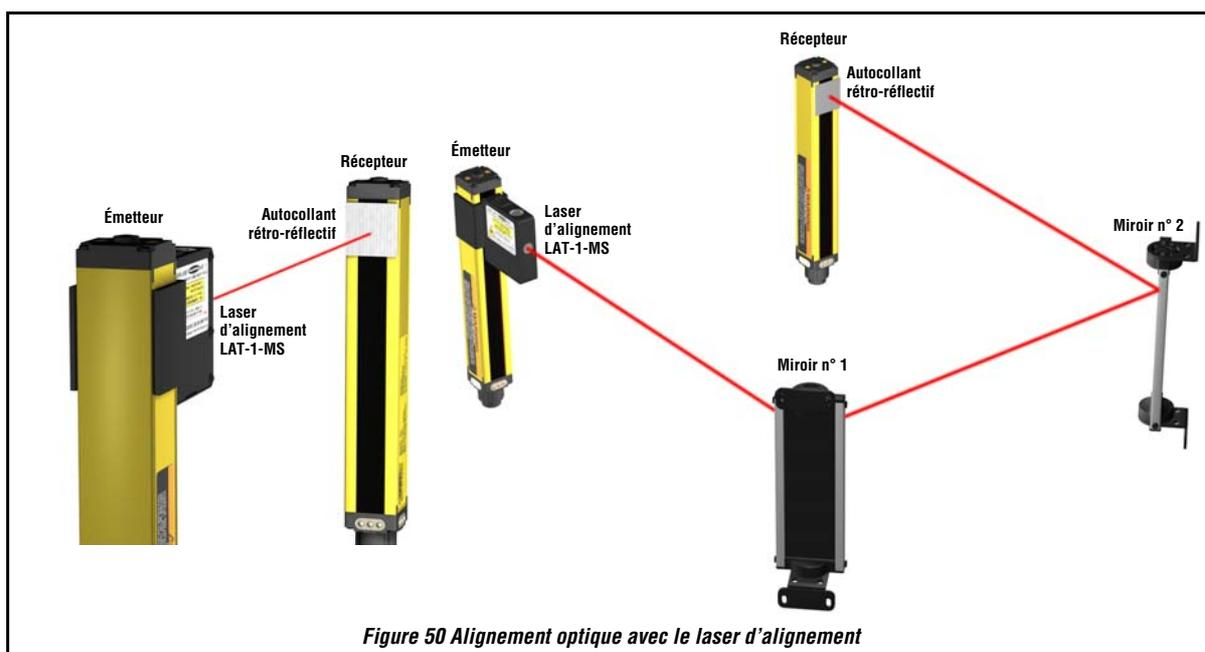

Figure 50 Alignement optique avec le laser d'alignement
- ☛ *Le schéma d'utilisation du laser d'alignement se trouve en Figure 50 en page 53.*